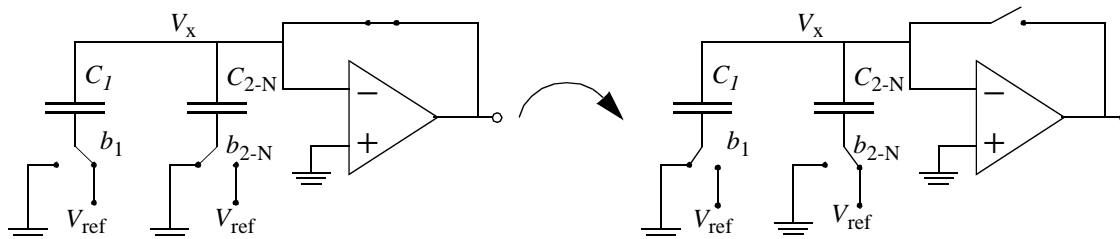

Figura 5: Modelo equivalente para determinar los errores en las capacidades.
3.12) ¿Que valor de tensión V_{x1} será medido en la Figura 5 si la capacidad total es de $64pF$, el condensador correspondiente al *MSB* (b_1) es de $31.5pF$ y existe un condensador parásito entre el nudo V_x y tierra de $10pF$ de capacidad?. Para el mismo circuito, mostrar que el error de tensión V_{e1} que ocurre cuando se usa el condensador de *MSB* en una conversión normal es igual a $0.5V_{x1}$.
3.13) Repita el problema anterior considerando el mismo circuito de la Figura 5, pero en el que